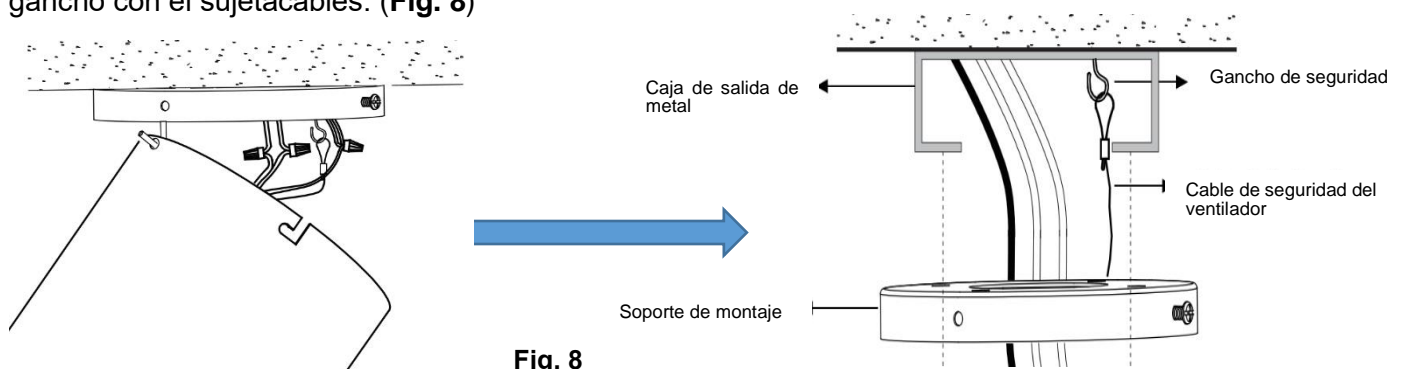

Fig. 8
9. Tire del cable de seguridad en el tornillo del gancho y ajuste, sujete el cable de seguridad y del tornillo del gancho con el sujetacables. (Fig. 8)